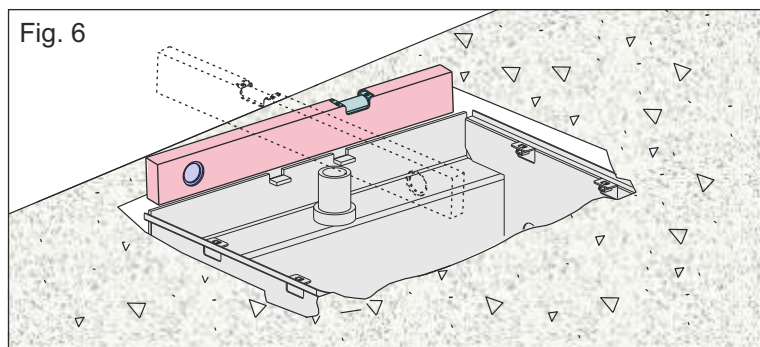

Fig. 6
**2.4.** Antes de cementar la caja de fundación, asegúrese que esté perfectamente horizontal y perpendicular al eje de la cancela, utilizando un nivel (Fig.6)